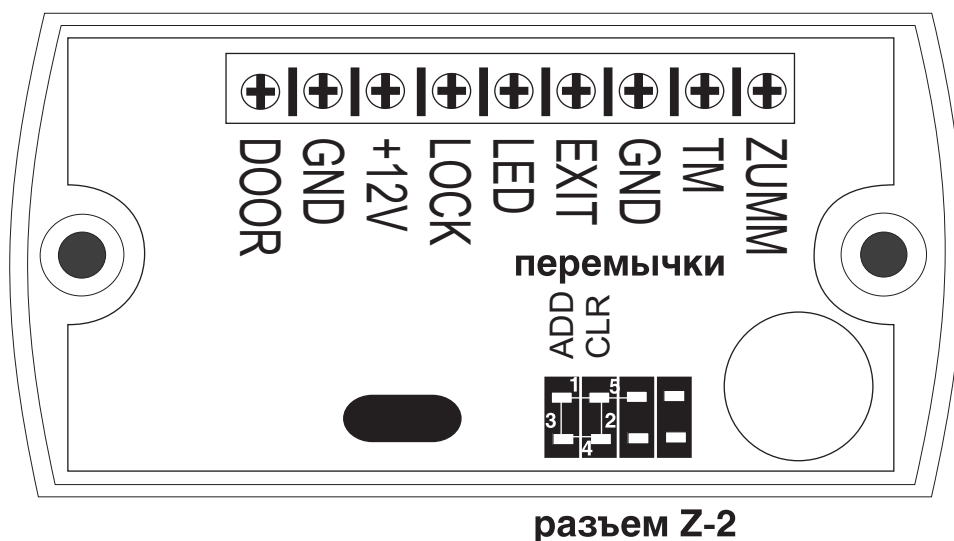

Рис. 3 Положение перемычек
В комплект поставки устройства входит перемычка, которая используется для программирования контроллера (всего пять положений) (см. рис.3).
- В случае, если замок электромеханический, установите защитный диод (см. Рис.6) и переключку - в положение 1 (см. Рис.3).